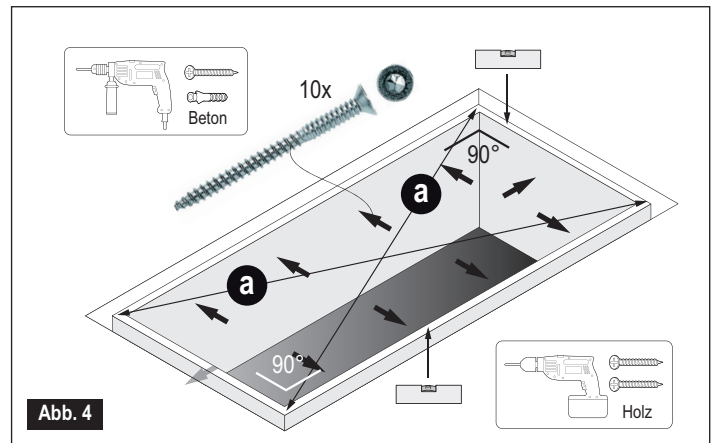

Abb. 4
- Für eine richtige Positionierung muss der Lukenkasten rechteckig eingebaut werden. Die Diagonalen müssen dafür die gleiche Länge haben (Abb. 4). Schließen Sie jetzt die Luke und kontrollieren Sie, ob der umlaufende Spalt zwischen dem Lukenkasten und der Luke rundherum gleichmäßig ist. Befestigen Sie den Lukenkasten jetzt sicher mit den mitgelieferten Justierschrauben oder Keilbolzen (nicht im Lieferumfang enthalten). Wir empfehlen, dazu mindestens 10 Schrauben (min. 6 x 70 mm) zu verwenden.